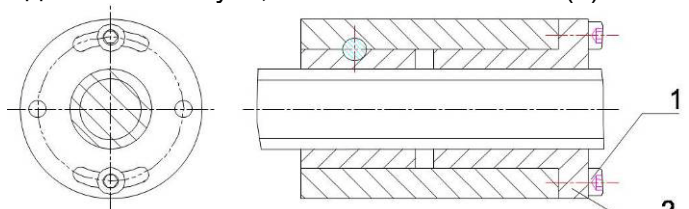

Рис. 14
Ослабьте винт (1) Рис.14, отрегулируйте гайку (2) до тех пор, пока не будет ощущаться небольшое сопротивление при перемещении стола, люфт должен быть не больше 1/10 цены деления нониуса, затем затяните винт (1).